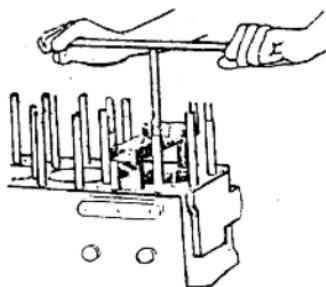

图 1-12 气缸套的拆卸
(1) 将机体翻转 90° 平放。
(2) 用专用拆卸器将气缸套拉出,如图 1-12 所示。